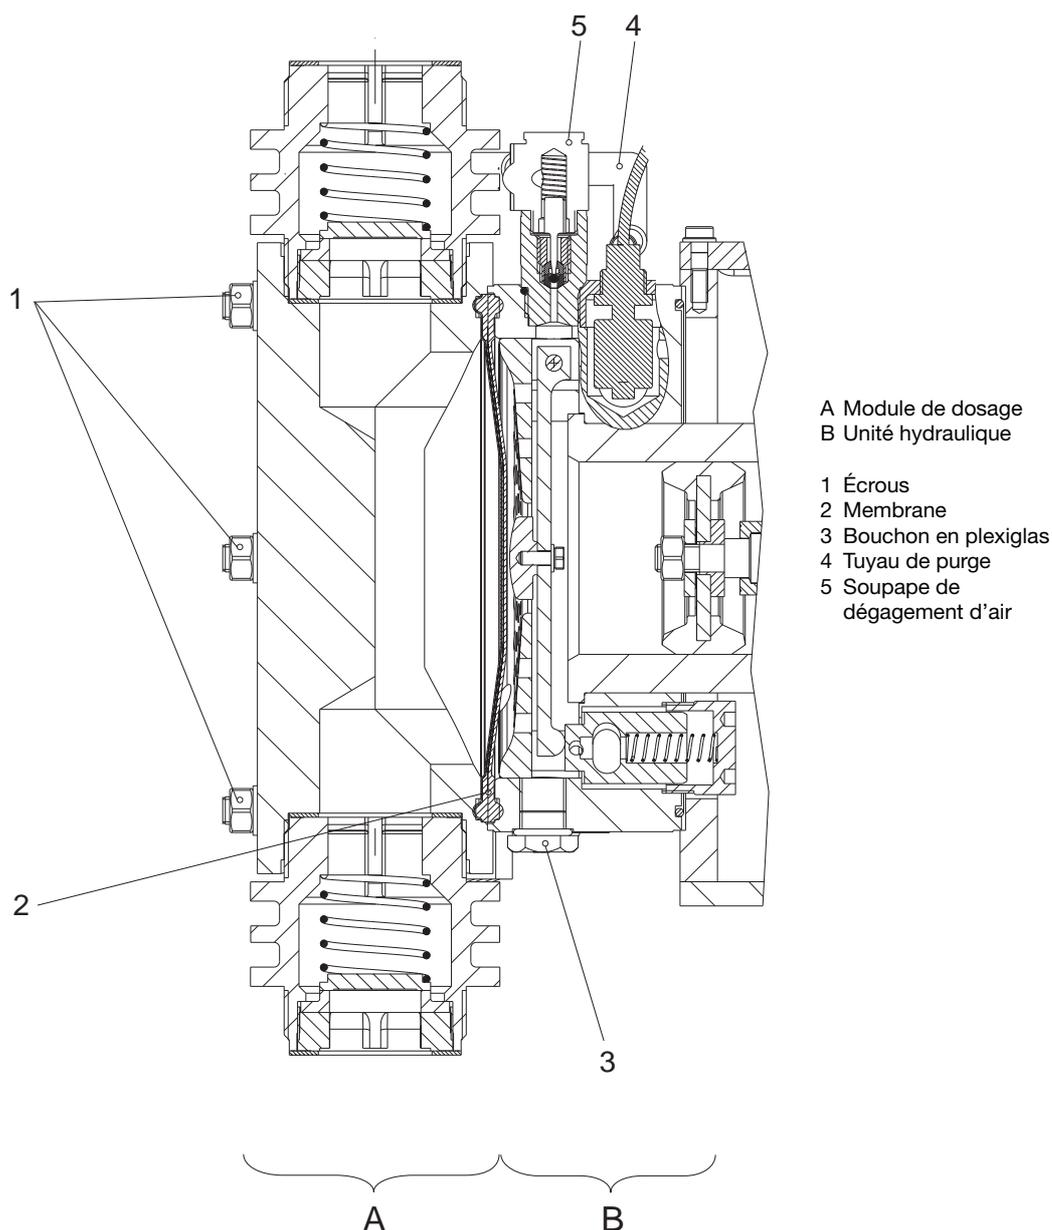

Fig. 23
- ▶ Laissez l'huile hydraulique s'écouler hors de l'unité hydraulique uniquement par le bouchon en plexiglas (3) (voir Fig. 23).
- ▶ Revissez le bouchon en plexiglas (3) et serrez légèrement seulement.
- ▶ Retirez le cache orange du système de signalement d'une rupture de membrane avec les vis (voir Fig. 23).
- ▶ Desserrez les 6 écrous (1) sur le module de dosage (bac récupérateur d'huile ?).
- ▶ Détachez le tuyau (4) de la soupape de dégagement d'air (5) et dévissez-le.
- ▶ Retirez délicatement le joint torique et les trois filtres sous la soupape de dégagement d'air (5) (sauf pour les modèles 103500 à 062305) – aucune saleté ne doit pénétrer dans l'unité hydraulique à ce moment !
- ▶ Nettoyez la soupape de dégagement d'air (5) à l'extérieur à l'air comprimé.
- ▶ Vissez la soupape de dégagement d'air (5).
- ▶ Remettez en place le tuyau de purge (4).
- ▶ Dévissez le capteur de rupture de membrane de quelques tours (voir Fig. 23).